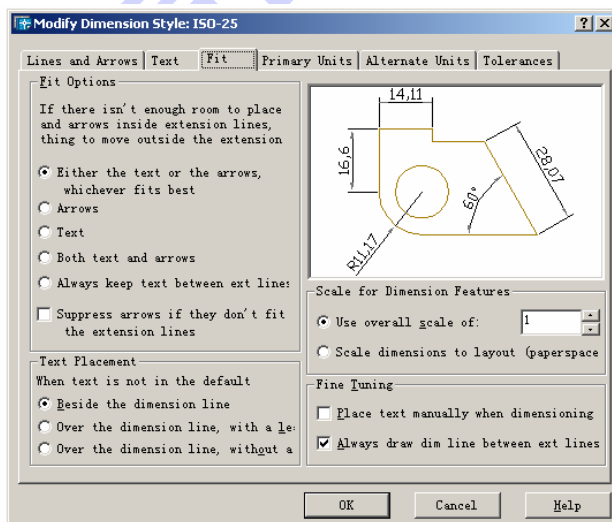

图 8-25 Fit 选项卡
3) **Fit** 选项卡 用户如果选取 Fit 选项卡, 会出现如图 8-25 所示的修改尺寸样式的 Fit 选项卡的对话框界面。该对话框控制尺寸文本与尺寸箭头和谐。